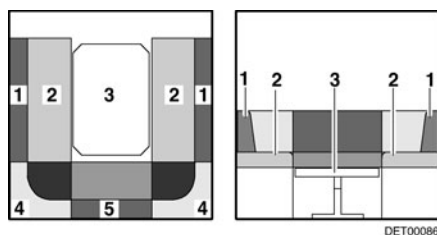

Fig. 112 Pendant la transformation
- Tirer les coussins d'assise (Fig. 112,2) vers le centre.
- Placer les coussins de dossier (Fig. 112,1) entre les coussins d'assise et la paroi extérieure.
- Retirer les coussins de dossier (Fig. 112,4 et 5) et les placer de côté.